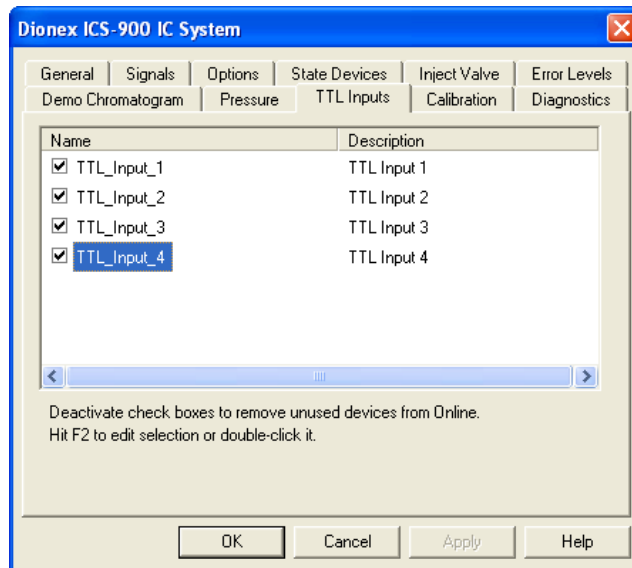

Abbildung C-3. Serverkonfiguration des ICS-900: Registerkarte „TTL-Eingänge“
3. Klicken Sie auf die Registerkarte „TTL Inputs“ (TTL-Eingänge) (siehe Abbildung C-3).